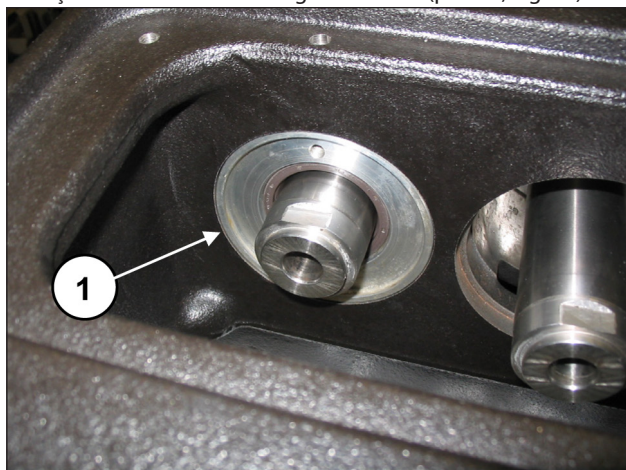
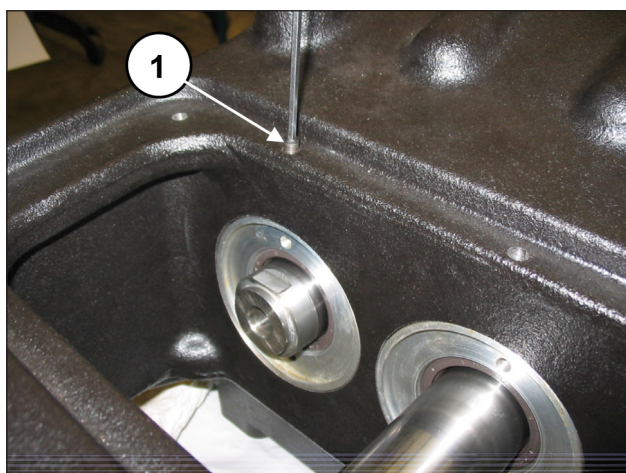

Fig. 97
Fig. 98
Certifique-se que a cobertura entre completamente no lugar (pos. ①, Fig. 97) prestando atenção para não danificar a borda do anel de estanqueidade radial. Aperte as coberturas da vedação do óleo mediante 2 grãos M6x30 (pos. ①, Fig. 98).